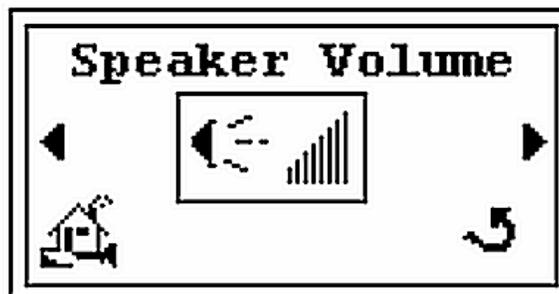

Figure 2-4 Ecran de réglage du volume
Presser **Enter** et l'écran de réglage du *volume du haut parleur* apparaît (Figure 2-4).
4. Presser **Enter** et Figure 2-4 ré-apparaît..